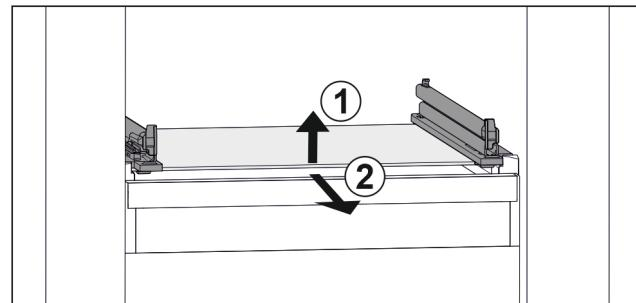

Fig. 74 Reprezentare exemplificativă a plăcii de sticlă
- Ridicați placa de sticlă din față. Fig. 74 (1)
- Extragăți placa de sticlă spre înainte. Fig. 74 (2)